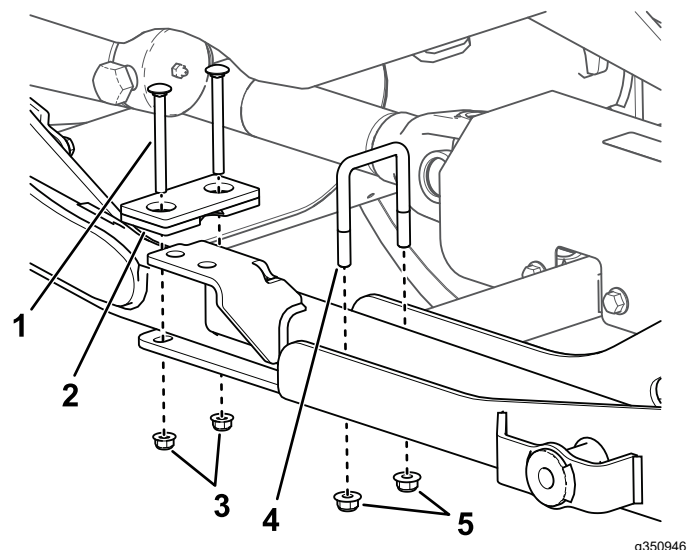

Figura 12
2. Baje los brazos de elevación en el conjunto de soporte, tal y como se muestra en la Figura 12, y, a continuación, accione el freno de estacionamiento de la unidad de tracción, apague el motor, retire la llave y espere a que se detenga todo movimiento.
3. Fije la parte trasera de los brazos de elevación en el conjunto del soporte con los pernos en U suministrados, las placas de tope, los pernos de cuello cuadrado y las contratuercas (Figura 12).